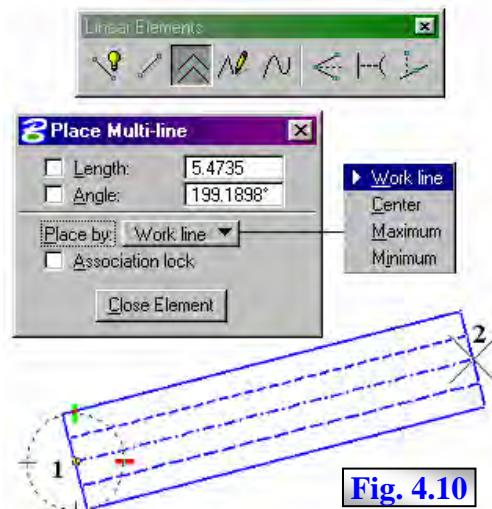

Fig. 4.10
Selectia icoanei din subtrusa **Linear Elements** va declanșa plasarea *multi-liniei active* și va activa fereastra **Place Multi-line**, fig. 4.10, care conține controalele specifice acestei comenzi:
- **Place by** – definește poziția în raport cu care este plasată multi-linia, fig. 4.10; în figura 4.10 este definită o multi-linie cu patru linii componente 1,2,4,5; opțiunile corespunzătoare acestei liste sunt: